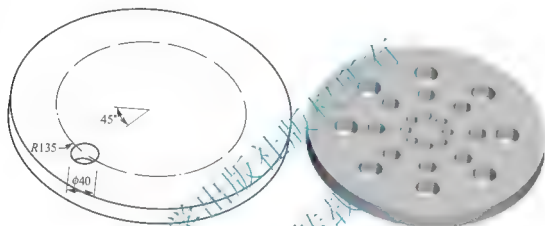

图 6.101 练习题(5)图
(5) 使用【阵列】命令中的“轴”和“尺寸”方式，分别完成如图 6.101 所示的模型。